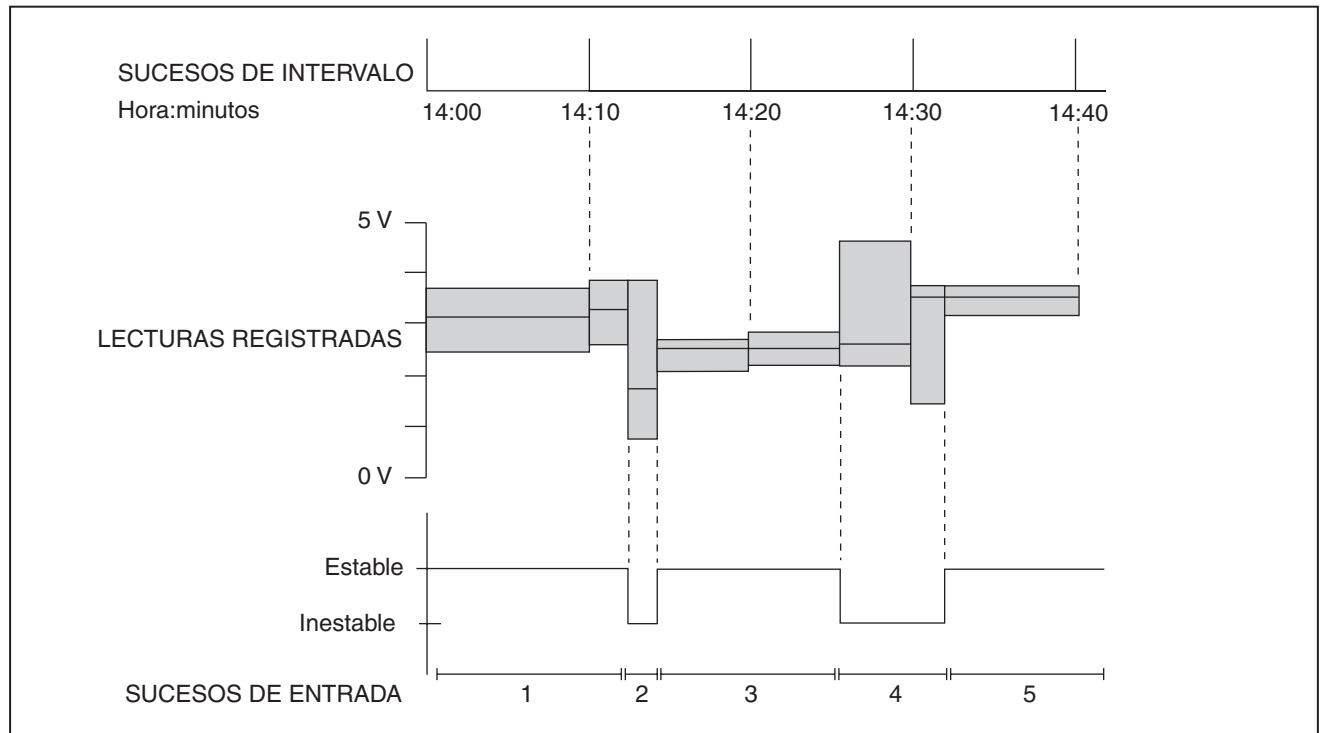

Figura 2. Sucesos de intervalo y de entrada
Los sucesos de entrada son descritos como *estables* o *inestables*. Los sucesos de entrada estables contienen lecturas que caen dentro de los valores definidos por el usuario. Los sucesos de entrada inestables contienen lecturas que caen fuera de los valores definidos por el usuario. Véase la figura 2.
- Los *sucesos de intervalo* son registrados cuando el intervalo de registro definido por el usuario está activo. Los sucesos de intervalo pueden ser considerados como una sucesión de lecturas separadas por tiempo. Véase la figura 2.